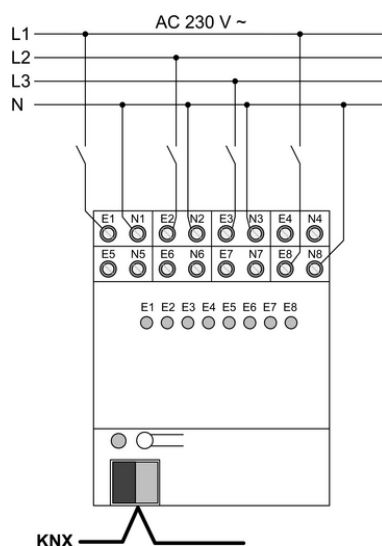

Figure 3: Exemple de raccordement des entrées binaires 230 V
- Raccorder l'appareil selon l'exemple de raccordement (figure 3). Raccorder le potentiel de référence N séparément pour chaque sortie.